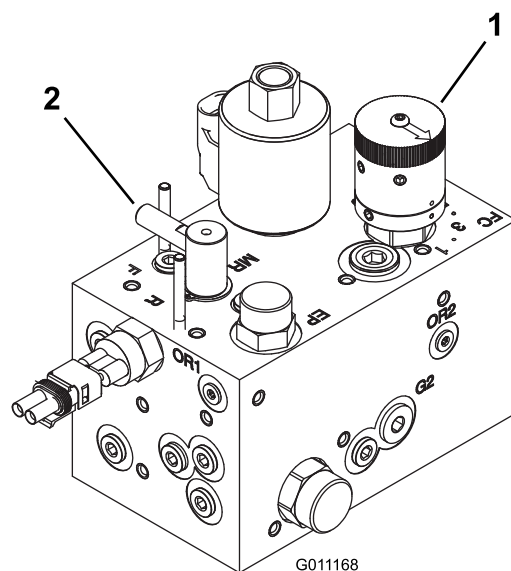

Рисунок 50
3. Поверните ручку регулятора частоты вращения барабана (Рисунок 50) на